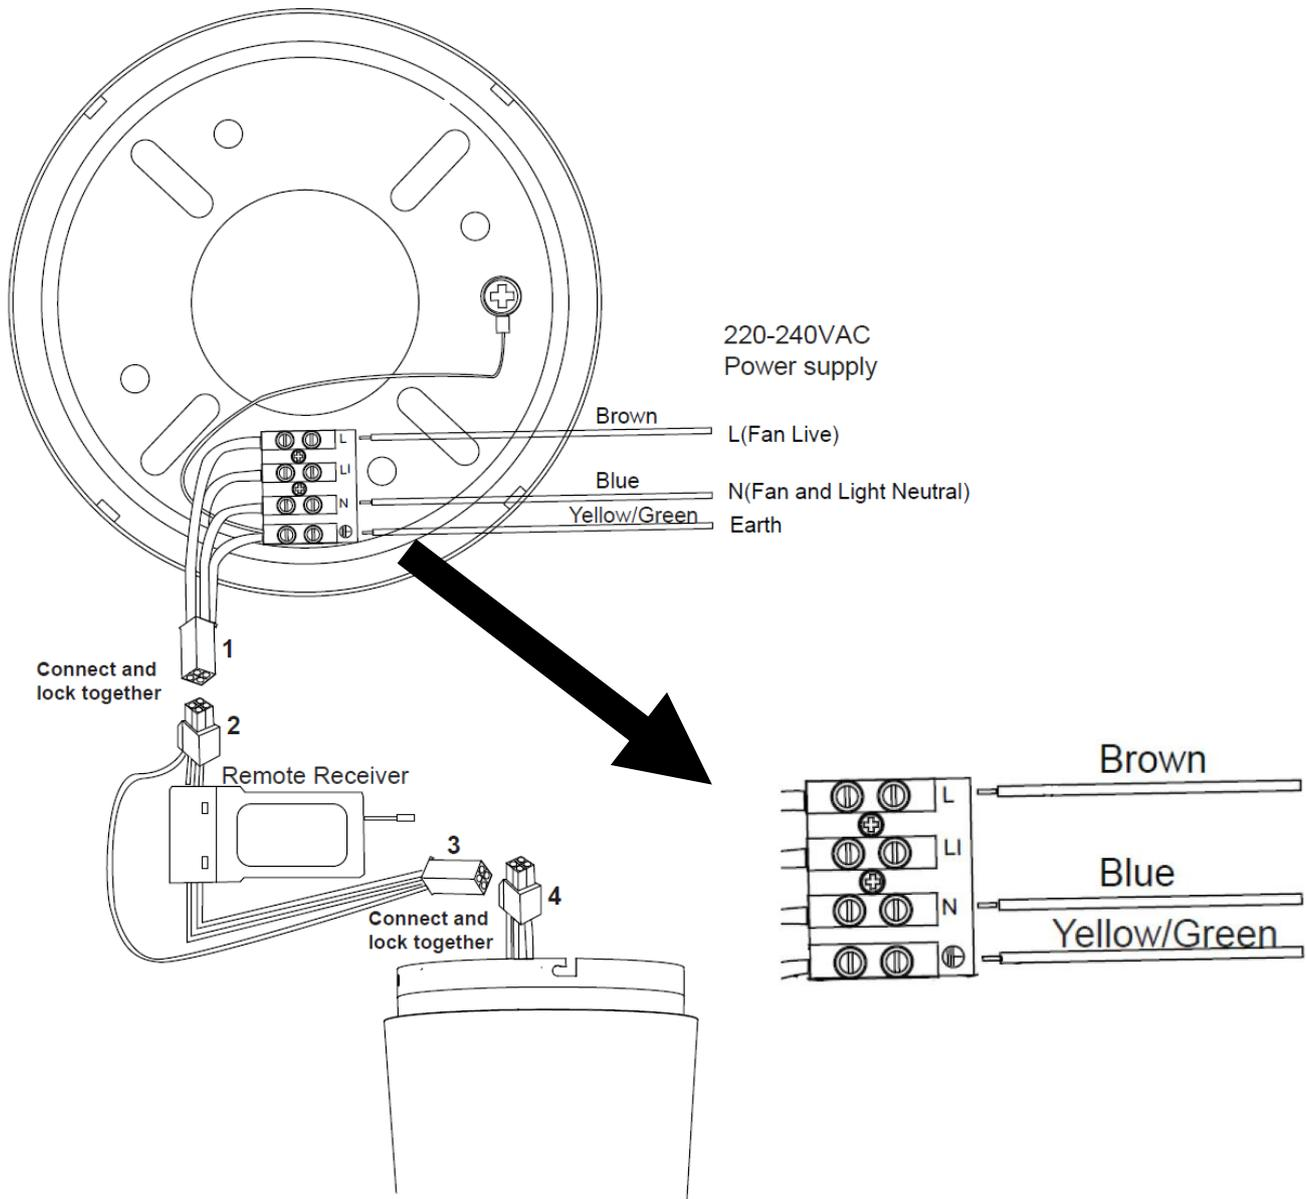

Fig. 6
MODÈLES AVEC SCHÉMA DE CÂBLAGE DE TÉLÉCOMMANDE (Fig. 6) :
- Raccordez les fils L, N et R au bornier du support de montage de la manière indiquée sur le schéma ci-après, Fig. 6.
- Raccordez les connecteurs rapides du support de montage (1) et du récepteur de la télécommande (2), en veillant à bien les verrouiller.
- Raccordez les connecteurs rapides du récepteur de la télécommande (3) et du ventilateur (4), en veillant à bien les verrouiller.